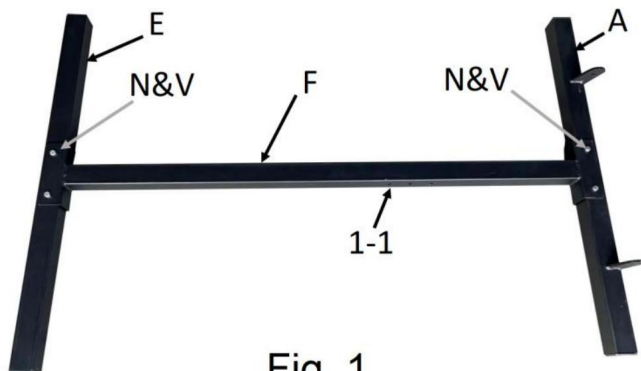

Fig. 1
1. Montieren Sie das Standbein (E) und den Grundrahmen (A) an die Verbindungssäule (F). Stecken Sie das Ende der Verbindungssäule (F) in den Grundrahmen und das Basisbein (E) und richten Sie die Bolzenlöcher aus. Die Löcher zur Höheneinstellung (Abb.1 1-1) befinden sich auf der innen. Sichern Sie jedes Teil mit einer Rahmenschraube (N) und einer Kontermutter1 (V).